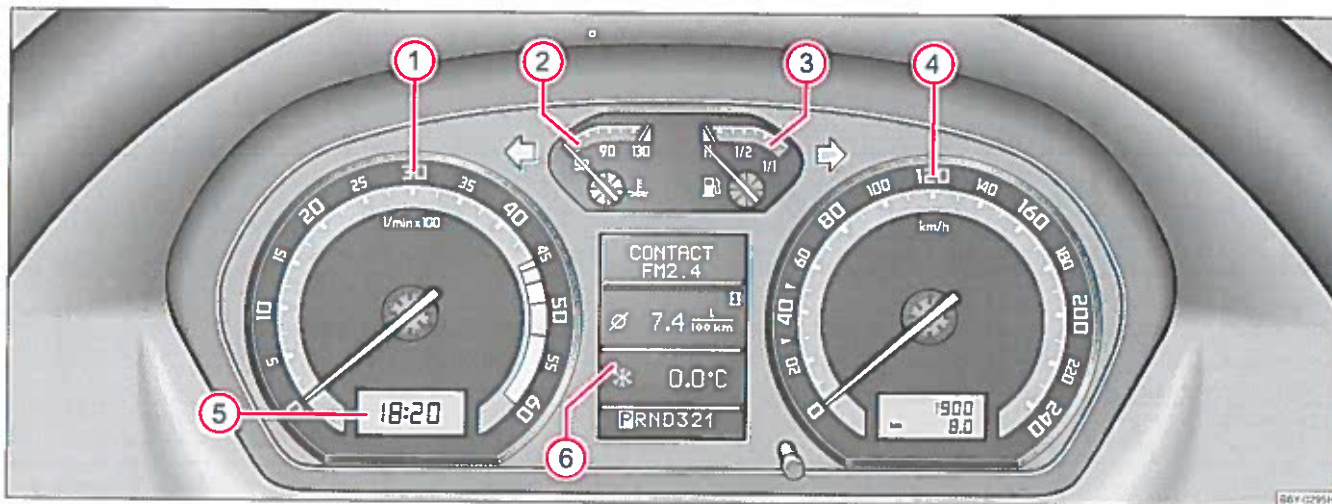

Fig. 2 Kombiinstrument
Begyndelsen af det røde område i omdrejningstælleren ① ⇒ side 10, fig. 2 viser for alle gear det maksimale tilladte motoromdrejningstal for en indkørt og driftsvarm motor. Før viseren kommer ind i dette område skal man skifte til det næste gear, eller vælge gearposition D, hvis det drejer sig om en automatisk gearkasse.
Kølevæsketemperaturindikatoren ② ⇒ side 10, fig. 2 fungerer kun ved tilsluttet tænding.
Brændstofindikatoren ③ ⇒ side 10, fig. 2 fungerer kun ved tilsluttet tænding. ▶
Til indstilling af ur er der anbragt en nulstillingsknap til venstre for neden ved siden af speedometeret ⇒ side 10, fig. 2.